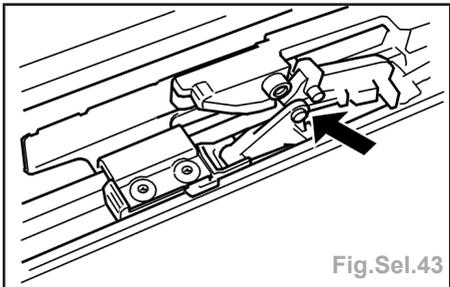

Fig.Sel.43
- Faire glisser en place le plateau de transmission avec le support / le câble mécanique et le placer contre le mécanisme (Fig.Sel.43).